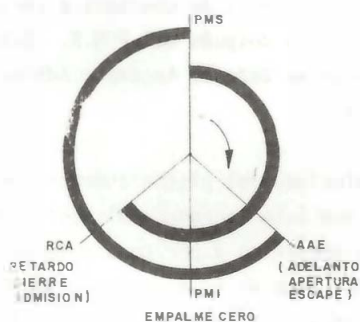

Fig. 16
a. *Empalme cero.* Cuando la válvula de admisión se abre en el mismo momento en que se cierra la de escape (fig. 16).